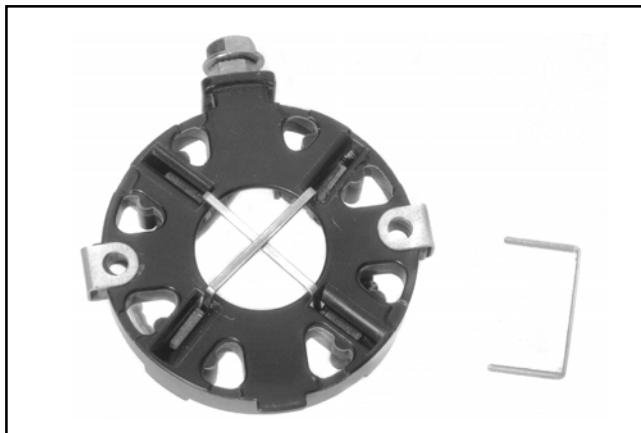

Figura 8-38. Cappuccio terminale del commutatore di tipo "B" con spazzole.
4. Se il gruppo spazzole non è stato sostituito, posizionare le spazzole nelle relative cavità nel portaspazzole. Portare in posizione ritratta e fissarle con le graffette di cartone. Vedere Figura 8-38.